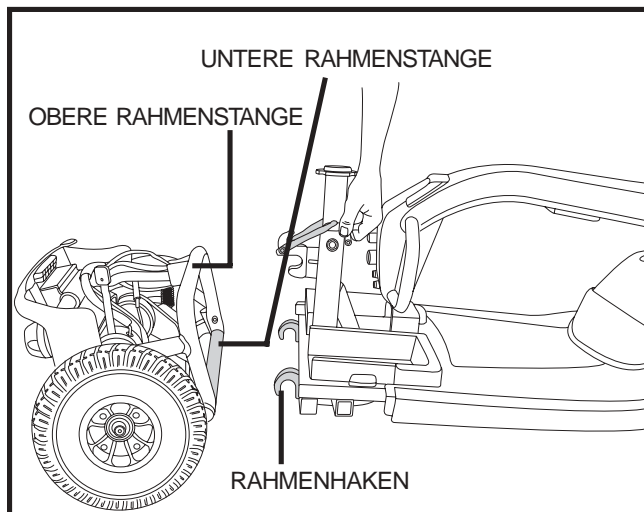

Abb. 23. Trennung der Rahmenteile
4. Trennen Sie vorsichtig die beiden Teile. Siehe Abb. 23.
1. Vorder- und Heckteil Ihres Elektromobils wie in Abb. 23 dargestellt positionieren.
2. Benutzen Sie zum Anheben des Vorderteils den Rahmenverriegelungshebel und richten Sie die Rahmenhaken des Vorderteils an der unteren Rahmenstange des Heckteils aus. Siehe Abb. 23